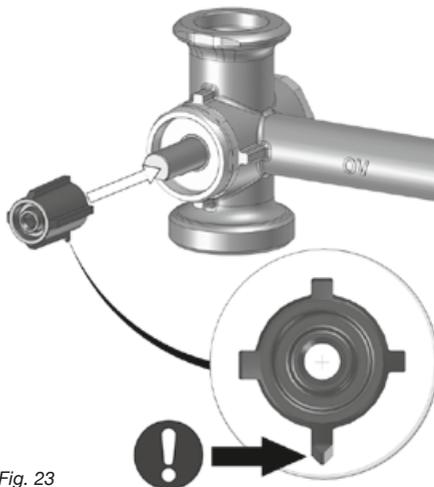

Fig. 23
6. Montați **adaptorul (3)** (vezi figura 14) servomotorului pe axul vanei de amestec. **Așezați adaptorul astfel încât aripioara subțiată spre vârf a acestuia să fie orientată în jos** (fig. 23).